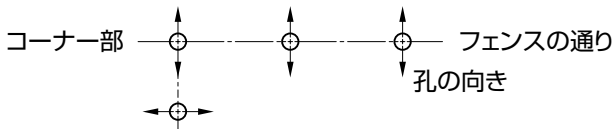
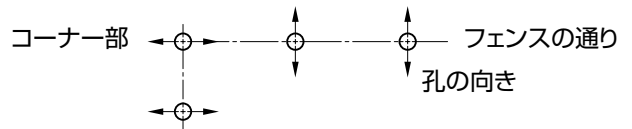

図3-1
図3-2
①支柱を図3-1、または図3-2のような向きに立ててください。コーナー部に立てる支柱の向きは中間部に立てる支柱の向きと同じになります。